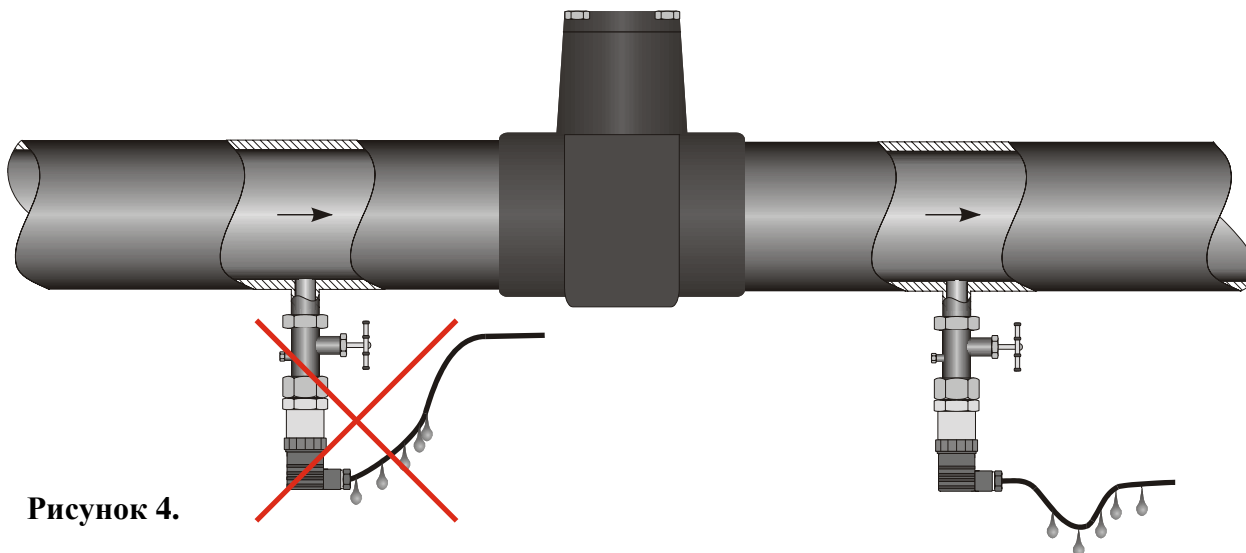

Рисунок 4.
2.4.5. Отборные устройства для установки датчиков желательно монтировать на прямолинейных участках, на максимально возможном удалении от насосов, запорных устройств, колен, компенсаторов и других гидравлических устройств. Особенно не рекомендуется устанавливать датчик перед запорным устройством, если измеряемая среда – жидкость (см рис. 4). При наличии в системе гидроударов, рекомендуется применять датчик в комплекте с демпфером гидроударов.